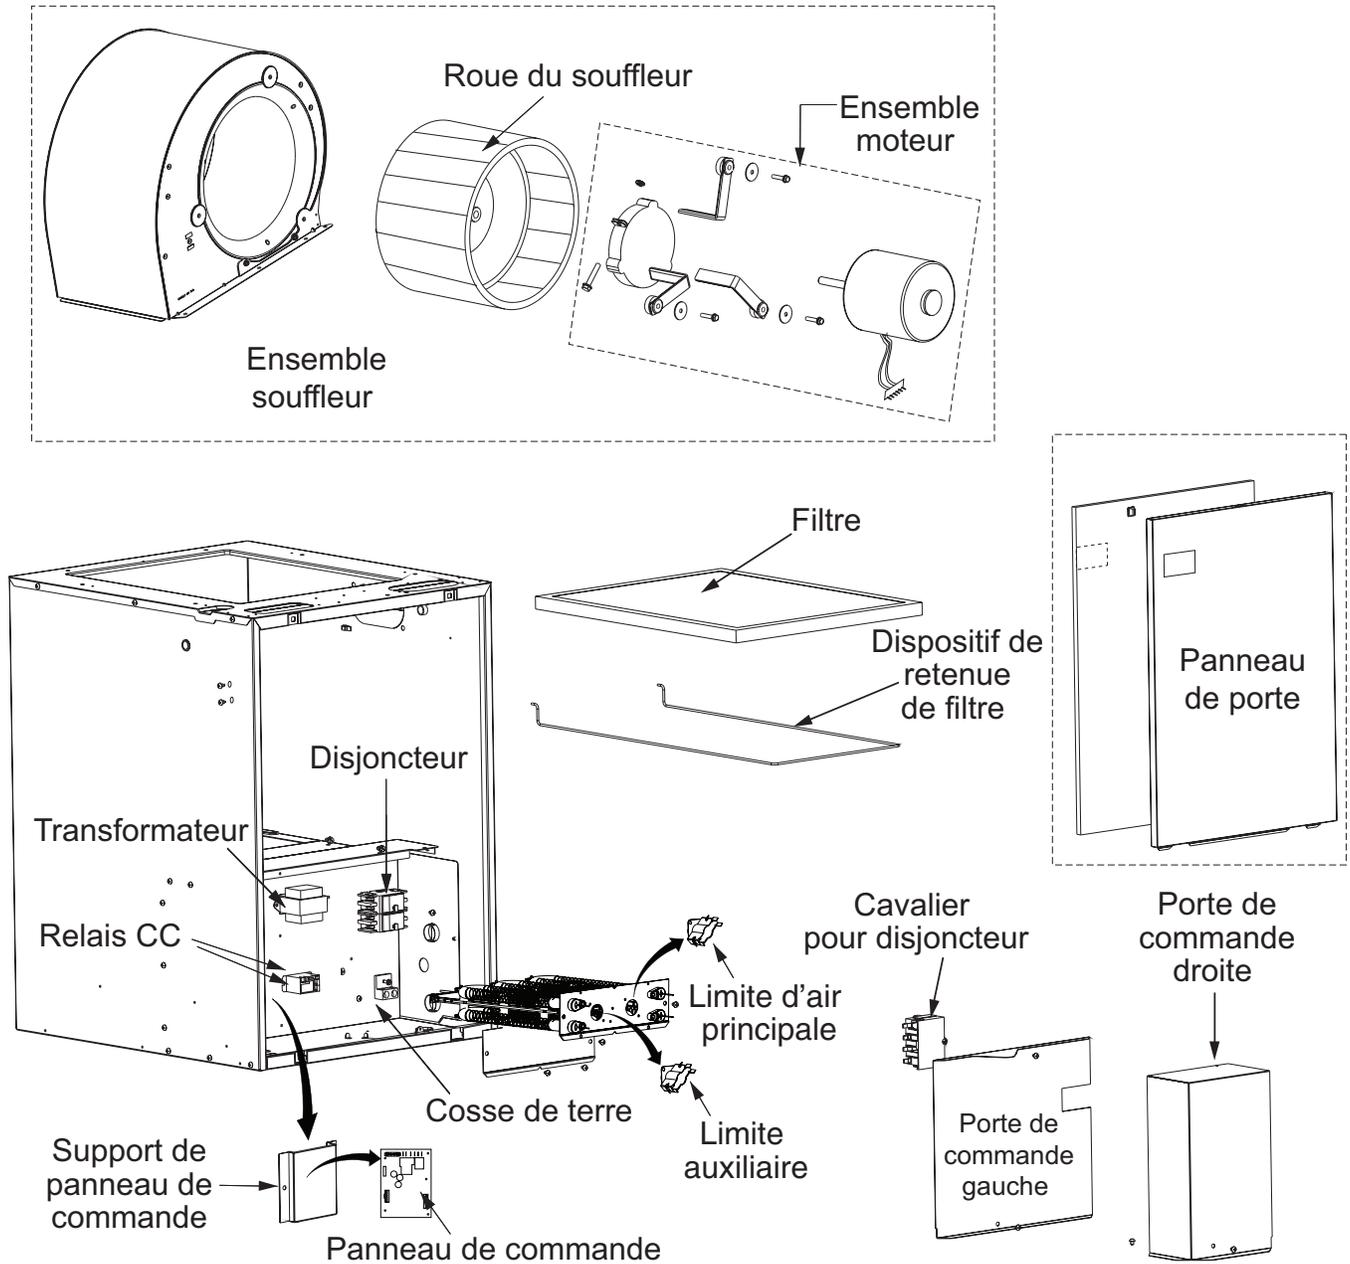

Figure 16. Composants de la fournaise E7
Il est recommandé que la tension de ligne (230 V c.a.) fournie à l'appareil provienne d'un circuit de dérivation dédié muni d'un fusible ou d'un disjoncteur approprié pour l'appareil. Pour connaître l'intensité de courant minimale du circuit et la protection de surtension maximal, consultez le Tableau 7. Consultez les schémas de câblage l'appareil (Figure 23 \(page 20\), Figure 24 \(page 21\), Figure 25 \(page 22\), Figure 26 \(page 23\) & Figure 27 \(page 24\)) pour les détails du câblage. Les composants électriques sont montrés à la Figure 16 \(page 13\). Les exigences relatives au circuit d'alimentation sont indiquées ci-dessous :
7. Raccordez le ou les fils de mise à la terre aux cosses de mise à la terre prévues. Voyez la Figure 16 \(page 13\). Une mise à la terre est requise pour chaque circuit d'alimentation utilisé.